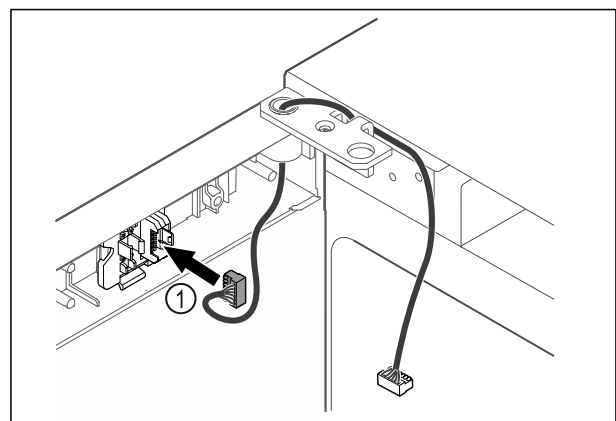

Fig. 58
- ▶ Stekker Fig. 58 (1) in steckerhouder steken.